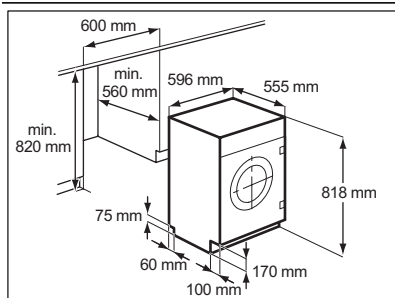

Fig. 1
- Cet appareil est prévu pour être encastré dans un meuble de cuisine. Les dimensions de la niche doivent correspondre à celles indiquées dans la figure 1.